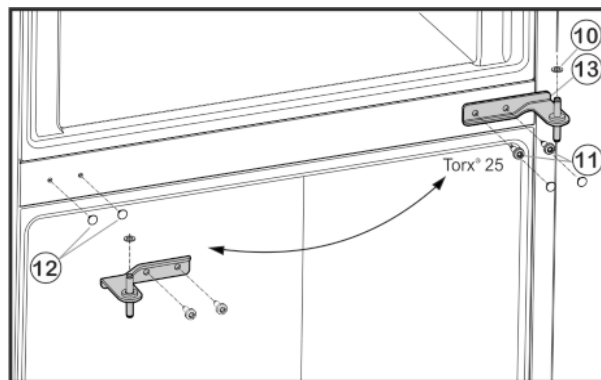

Fig. 6
► Tõmmake katted Fig. 6 (12) ettevaatlikult maha ja pange vastasküljel uuesti peale.